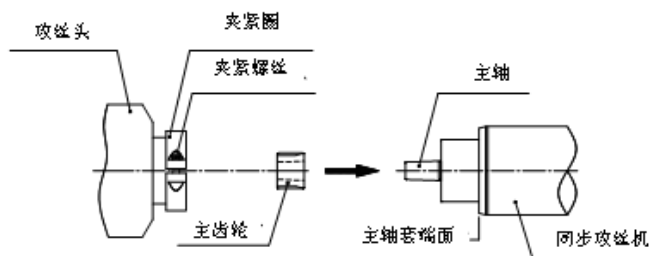
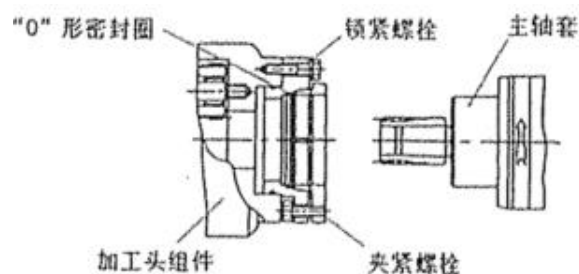

图 7-2-1
图 7-2-2
- (2) 如果安装的是抱固型攻丝头，请参照图 7-2-1，拧松锁紧圈的锁紧螺丝直至攻丝头的机体碰到主轴套的端面之后再完全压入。如果安装的是法兰型攻丝头请参照图 7-2-2，拧松夹紧螺栓，将攻丝头机体组装在主轴套上，因为在法兰内装有密封圈，装上主轴套时有阻力，请插入到主轴套端面与法兰端面接触为止。
- (3) 如果安装的是抱固型攻丝头，请参照图 7-2-1，拧紧锁紧螺丝，将攻丝头固定在主轴套上。如果安装的是法兰型攻丝头请参照图 7-2-2，按照规定的扭矩均匀拧紧3根夹紧螺栓。